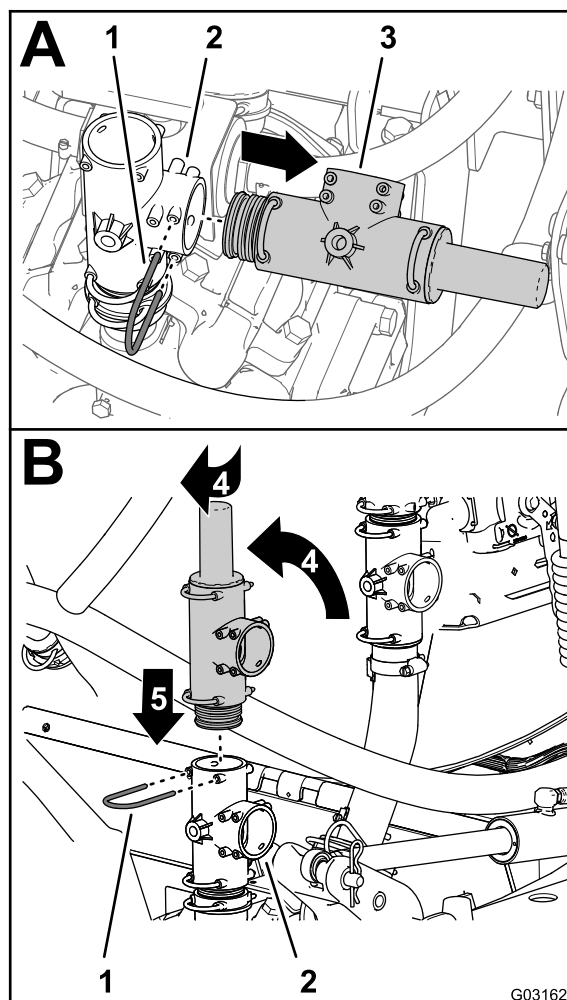

Figura 216
3. Togliete il fermo che fissa la valvola di sfiato della pressione al raccordo a T nella pompa dell'irroratrice, mentre togliete la valvola di sfiato (**Figura 216**).
4. Ruotate la valvola di sfiato della pressione verso l'alto, come illustrato nella **Figura 216**.
5. Inserite la valvola di sfiato della pressione nella parte superiore del raccordo a T, fino a quando la valvola non è completamente in sede (**Figura 216**).